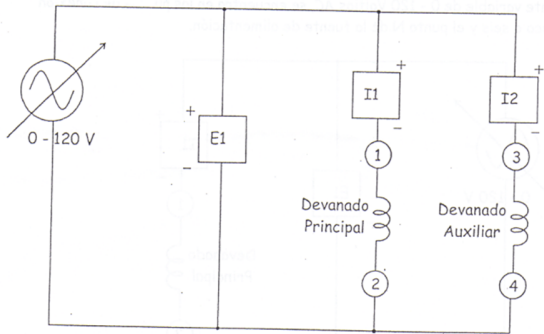

Figura 15. Motor de arranque por condensador.
25. Montar el circuito de la Figura 15, seguir las recomendaciones del numeral uno del procedimiento.